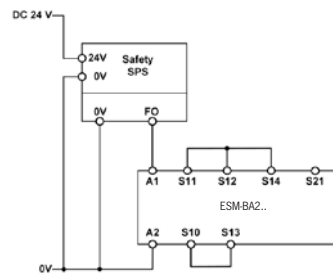

Fig. 10 : Raccordement à un automate de sécurité (cat. 4, jusqu'à PL e)
- Pour les applications selon les Fig. 9 et Fig. 10, respecter les points suivants :